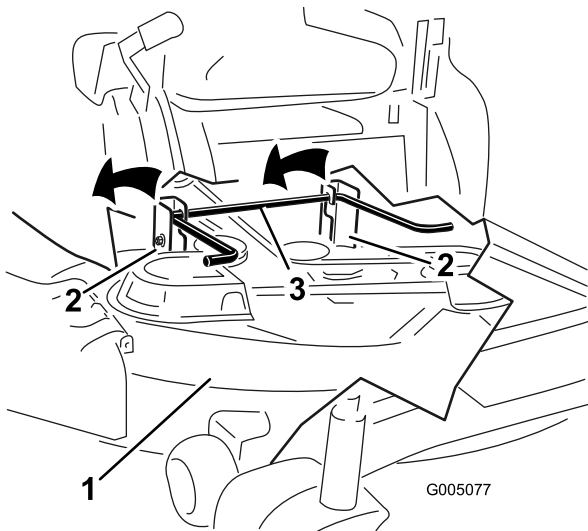

Figure 58
5. En vous aidant des poignées, soulevez le tablier de coupe et les supports pour les dégager de la tige de levage arrière et abaissez le tablier au sol avec précaution (Figure 58).
- Soulevez l'arrière du tablier de coupe et guidez les supports sur la tige de levage arrière (Figure 58).